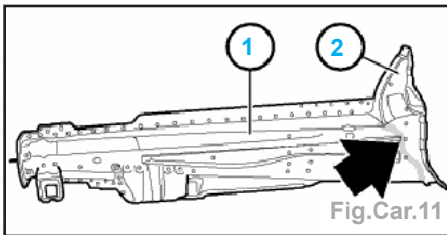

Fig.Car.11
- Le raidisseur du longeron moteur (2) est soudé sur le tablier.
- Percer le raidisseur (2) sur le longeron moteur AV neuf (1) (Fig.Car.11).